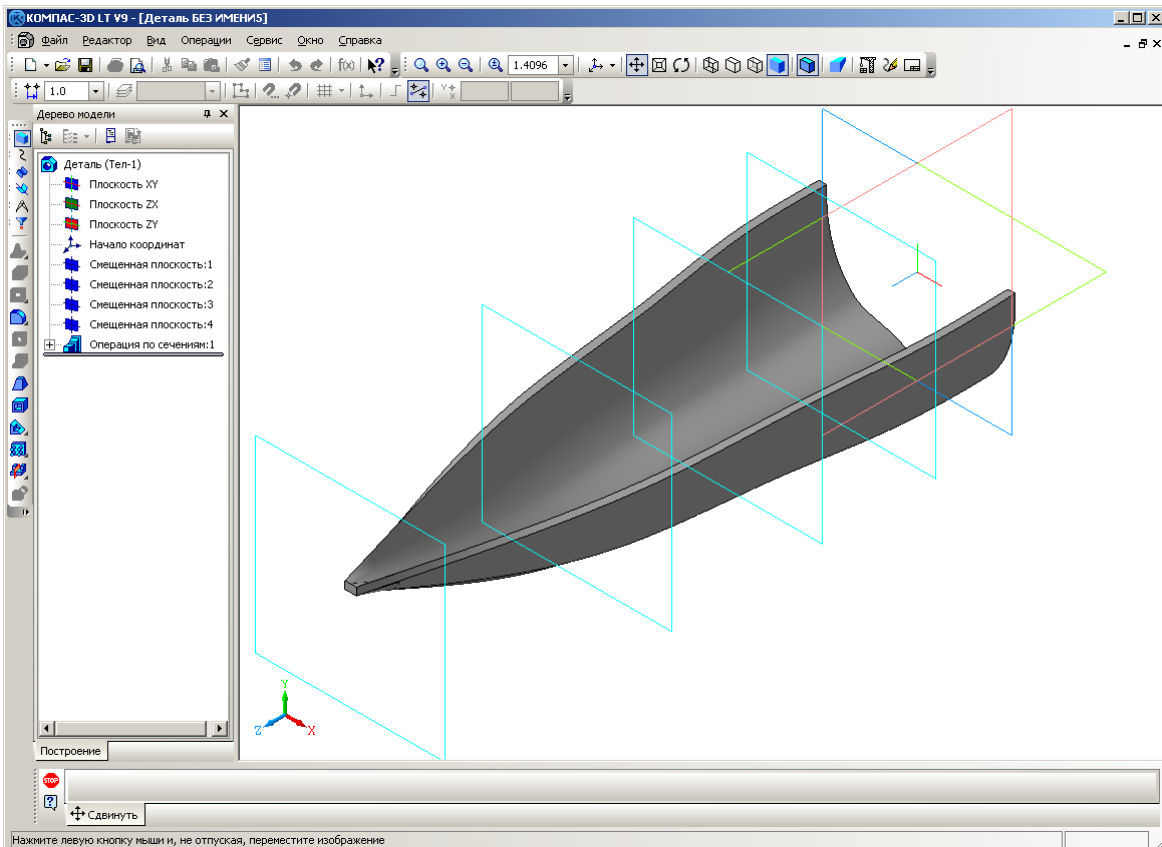

Рис. 5.28. Модель половины лодки.
6.7. Примените к эскизам сечений операцию По сечениям (рис. 5.28). Параметры операции: